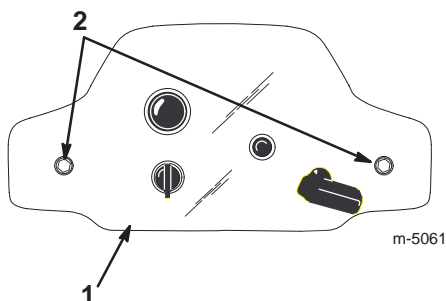

Bild 17
3. Entfernen Sie die zwei Befestigungsschrauben, mit denen die Schalttafel am Gehäuse befestigt ist (Bild 17).